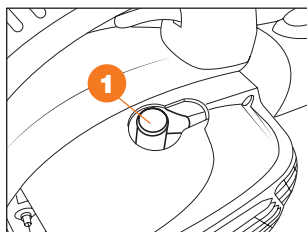

Рис. 20
- Отсоедините колпачок ❶ свечи зажигания и удалите грязь вокруг свечи (Рис. 20).